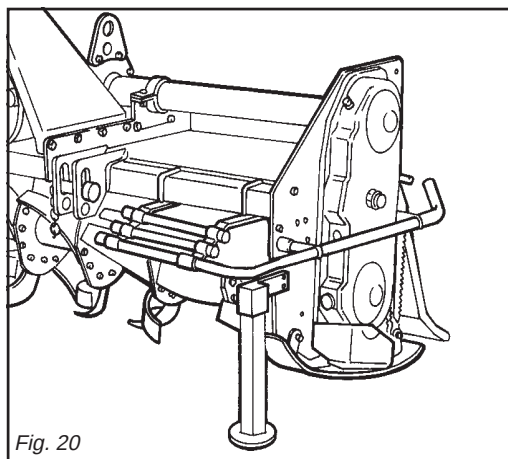

Fig. 20
- 1- Position the support foot as shown in the figure 20.
- 1- Den Stützfuß wie in Abb. 20 gezeigt anordnen.
- 1- Placer le pied d'appui (voir figure 20).